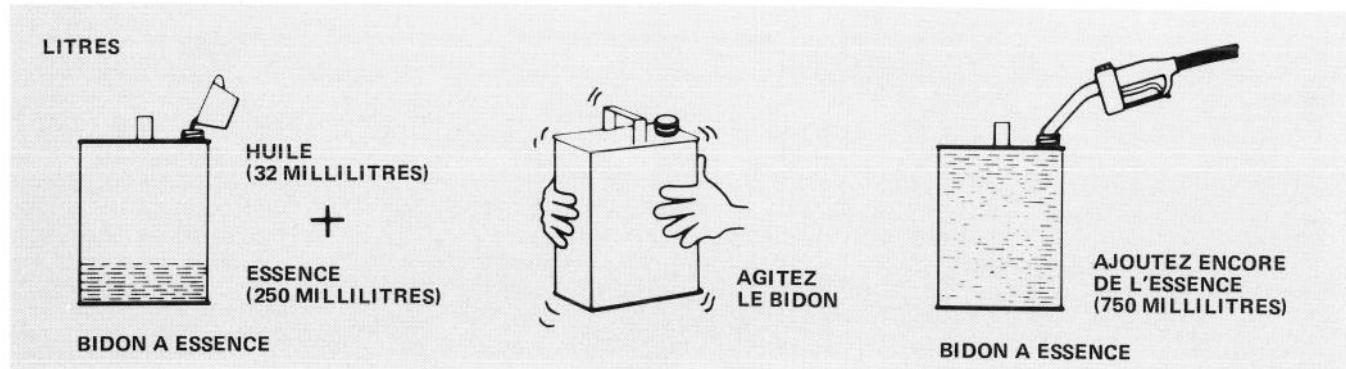

Figure 6
1. Versez 250 Millilitres d'essence au plomb ou sans plomb ORDINAIRE dans un bidon à essence (Fig. 6).
2. Versez 32 Millilitres d'huile pour moteur à deux temps dans le bidon à essence (Fig. 6). N'UTILISEZ PAS d'huile multigrade.
3. Agitez vigoureusement le bidon d'essence pour bien mélanger l'huile et l'essence (Fig. 6). N'oubliez pas de mettre le bouchon sur le bidon d'essence avant de l'agiter.
4. Ajoutez 750 Millilitres d'essence au mélange contenu dans le bidon (Fig. 6).